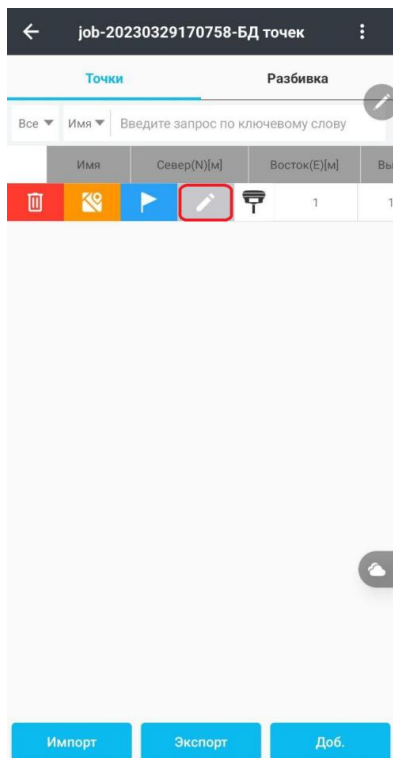

Рисунок 3.11.7
2. Смахните интересующую вас точку вправо и нажмите на кнопку редактирования (Рисунок 3.11.7).